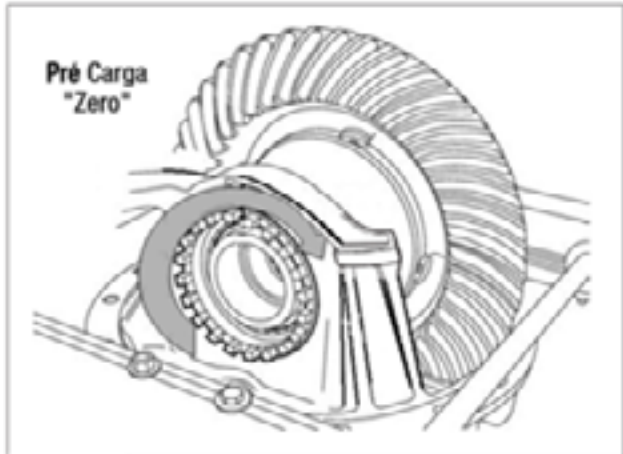

Fig. 2.50
1. Use uma chave para apertar, no sentido horário, o anel de ajuste lado direito (lado dos dentes da coroa), até sentir uma resistência ao avanço. Neste momento a pré-carga é "Zero". Fig 2.50